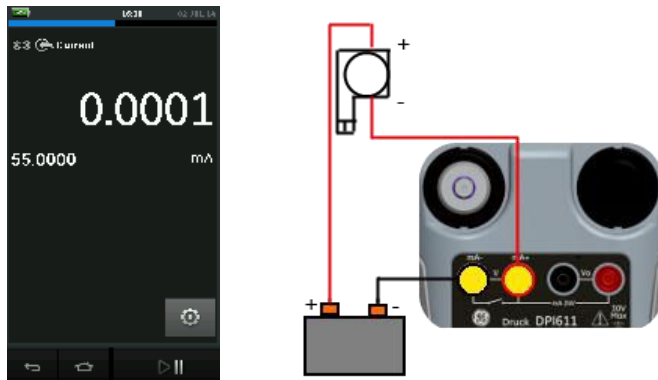
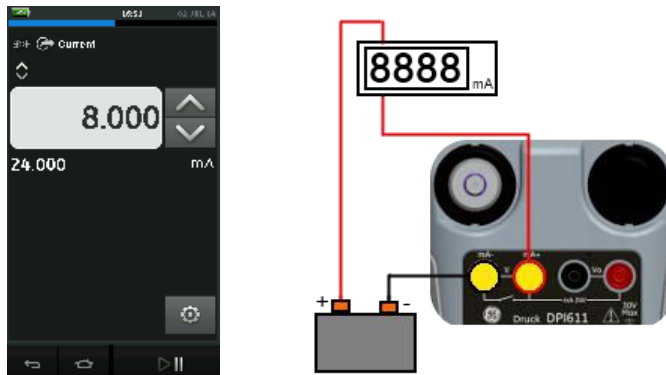

Abbildung 2-19 Messstrom mit externem Schleifenstrom (Bereich: $\pm 55\text{mA}$)
Abbildung 2-20 Quellstrom mit externem Schleifenstrom. (Bereich: 0 bis 24 mA)
- *Abbildung 2-19* und *Abbildung 2-20* zeigt, wie die Strommessung (± 55 mA) oder Stromquelle (0 bis 24mA) mit externen Schleifenstrom eingestellt wird.